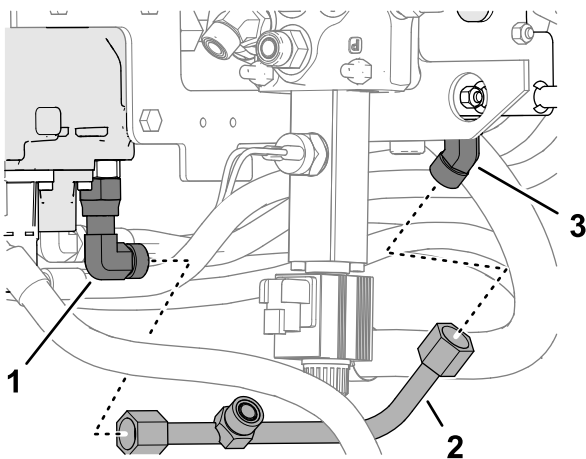

**Figure 18**
- Vissez légèrement le raccord à 90° sur le raccord droit dans l'orifice T du distributeur de bras de chargeuse (Figure 18).